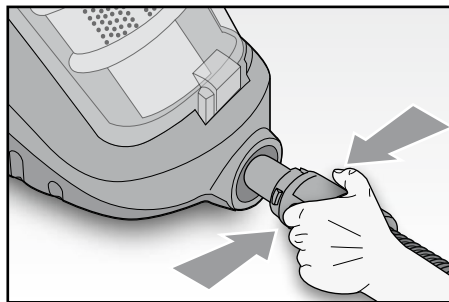

Fig. 2
- Inserire il manicotto (N) nell'apertura di entrata dell'aria (H) e premerlo fino allo scatto del blocco. Per rimuoverlo, è necessario premere contemporaneamente i due pulsanti di sblocco (R) ed estrarlo (Fig. 2).